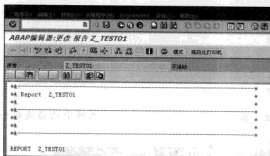

图 12-30 新程序设计界面
STEP 3 系统会要求输入“开发类”和“传输请求号”，完成后同样单击“”按钮创建完成。系统进入程序设计界面，直接保存后退出，如图 12-30 所示。